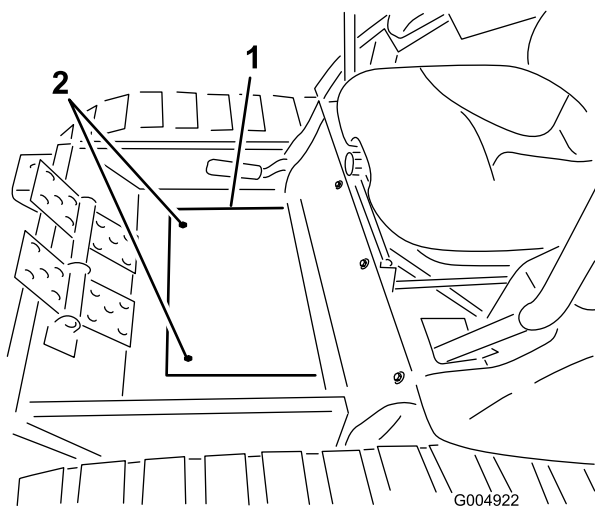
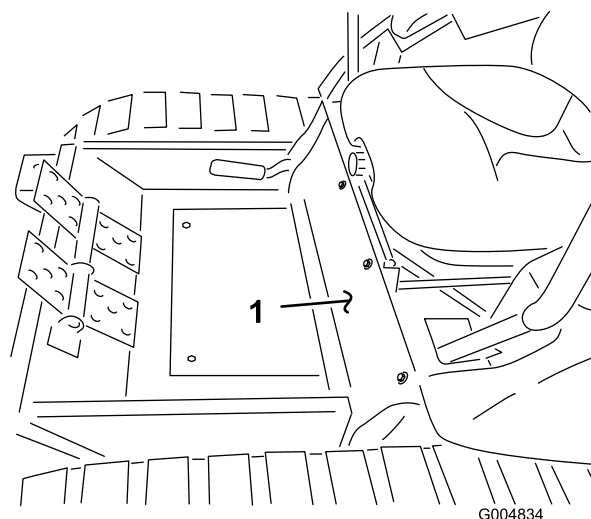

Figure 62
Figure 63
5. Reposez la plaque couvercle de plancher (Figure 62) et le couvercle avant (Figure 63).